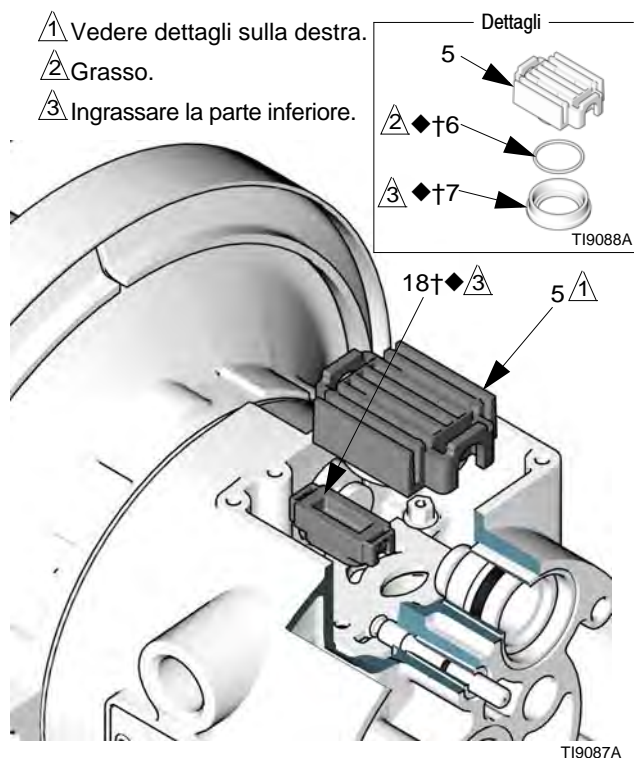

FIG. 6
3. Spostare il carrello della valvola (5) fino alla posizione centrale ed estrarla dalla cavità. Rimuovere dal carrello il blocco della valvola (7) e l'anello di tenuta (6). Utilizzando delle pinze a becco, estrarre il blocco guida (18) direttamente verso l'alto e fuori della cavità. Fare riferimento alla FIG. 6.
7. Ingrassare la parte inferiore del blocco guida (18†◆) e installarlo in modo che le linguette scattino in posizione nelle scanalature all'estremità degli spinotti guida (16). Fare riferimento alla FIG. 6.
8. Ingrassare l'anello di tenuta (6†◆) e installarlo nel blocco della valvola (7†◆). Spingere il blocco sul carrello della valvola (5). Ingrassare il lato inferiore del blocco valvola. Fare riferimento alla FIG. 6.
9. Installare il carrello della valvola (5) in modo che le linguette scivolino nelle scanalature della parte più stretta del pistone degli attuatori (11). Fare riferimento alla FIG. 6.